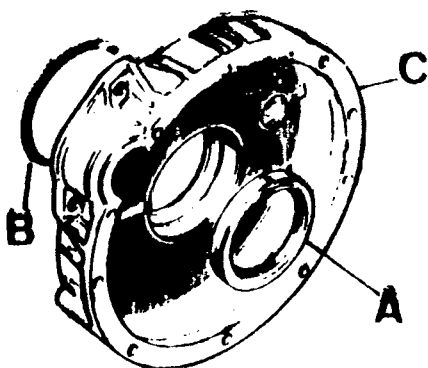
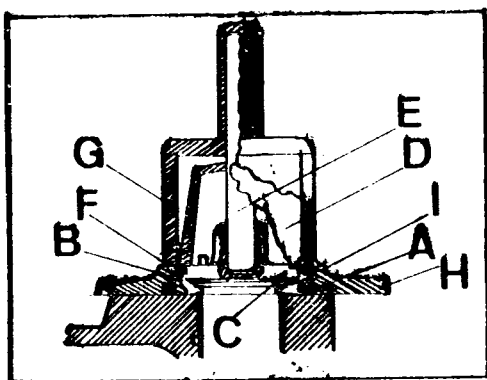

Fig. A3-83 Retén trasero del cigueñal y anillo tórico
Fig. A3-84 Montaje del retén trasero del cigueñal
- 1.5. Desmontar el retén, A (Fig. A3-83) y el anillo tórico, B.
- 2.2. Instalar el anillo tórico, B (Fig. A3-83) sobre la canal de la cara de apoyo del cárter del volante, C, aplicando a éste una capa de grasa con base de litio tipo fluida y asegurarse de que dicho anillo sobresale del plano de la cara de apoyo del cárter (ver detalle, A Fig. A3-84).
- 2.4. Limpiar perfectamente el alojamiento del retén trasero, B (Fig. A3-84) y el muñón del cigueñal, C.
- 2.5. Situar el mandril, 193651, D (Fig. A3-84) sobre el muñón del cigueñal, C - - (Fig. A3-84) y asegurar su posición introduciendo la gufa del útil, 193669, E (Fig. A3-84) en el casquillo del cigueñal. Aplicar una capa de MOLYKOTE-A al 25% en aceite SAE-20, sobre la superficie de roce del muñón, C, con el retén y sobre el diámetro exterior del mandril, D (Fig. A3-84).
- 2.6. Introducir sobre el mandril un retén nuevo, ref. UKC 0467, F (Fig. A3-84), el cual habrá estado dos horas sumergido en aceite SAE-20. Instalar sobre la - - gufa, E, el introductor, G, 193669, y empujar con éste al retén, hasta que - - inicie su entrada en el cárter, H.
- 2.7. Empleando una maza de plástico, se botará el introductor hasta que la cara posterior del retén quede al ras con la cara I del cárter (Fig. A3-84). En el transcurso de esta operación, se observará que el retén entra perpendicular y que no sufre ningún deterioro.
NOTA: Si el muñón del cigueñal, C (Fig. A3-84) presentara algún desgaste, - se desplazará el retén hacia adentro, hasta conseguir que el labio de obturación de éste, no haga contacto con dicho desgaste.